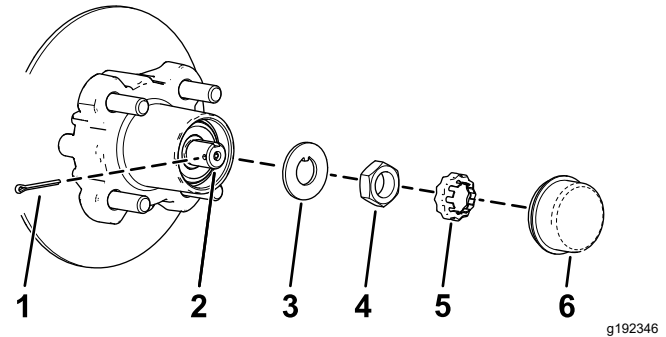
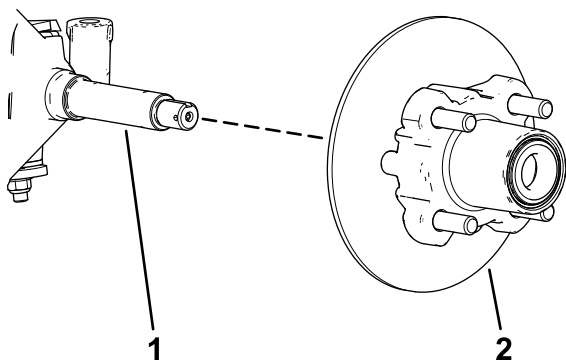

Figura 31
Figura 32
4. Rimuovete il coperchietto antipolvere dal mozzo (Figura 31).
5. Rimuovete la coppiglia e il fermadado dal mandrino e dal relativo dado (Figura 31).
6. Rimuovete il dado del mandrino dal mandrino e separate il gruppo mozzo e rotore dal mandrino (Figura 31 e Figura 32).